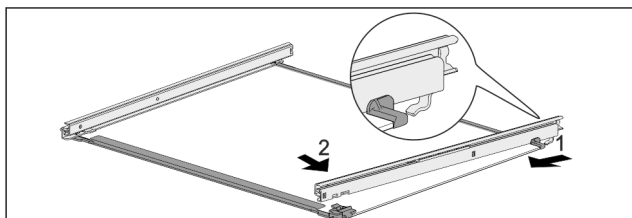

Fig. 41 Ripiano in vetro con guide
- Agganciare la guida sul lato posteriore. Fig. 41 (1)
- Innestare la guida sul lato anteriore. Fig. 41 (2)